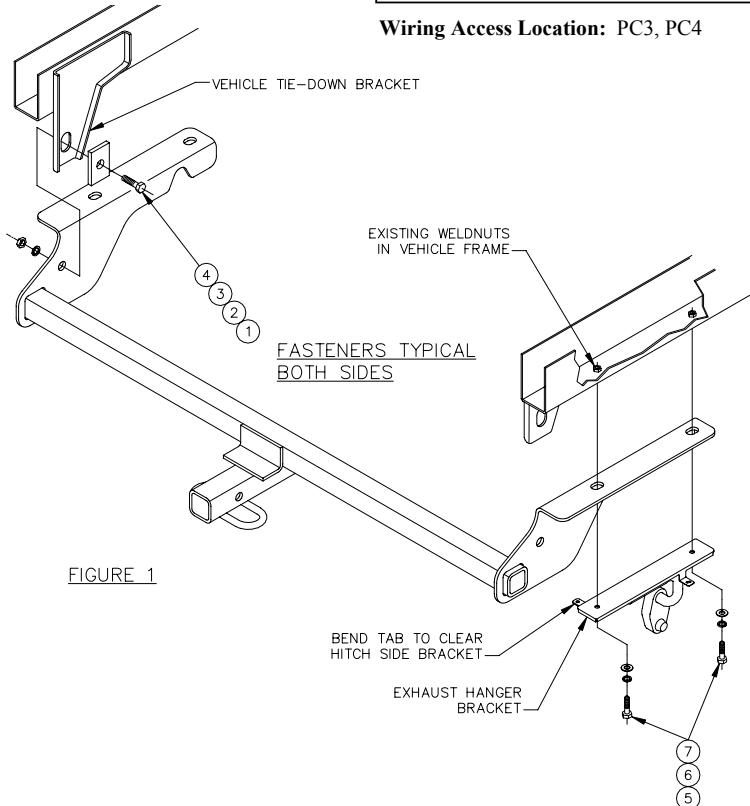

FIGURE 1
Before removing exhaust hanger brackets, bend tabs on brackets down to clear side brackets (see figure 1).
2. Raise hitch into position. Loosely install M8 x 40mm bolts, 5/16 lock washers and 5/16 flat washers, sandwiching hitch side bracket between frame rail and exhaust hanger brackets (see figure 1).
3. Install 1/2" fasteners thru hitch side brackets and vehicle tie-down brackets as shown in figure 1.
Avant d'enlever les supports de crochet de suspension du tuyau d'échappement, courber les pattes des supports vers le bas afin de ne pas buter contre les supports latéraux (voir figure 1).
2. Lever l'attelage en position. Sans serrer à fond, installer des boulons M8 x 40 mm, des rondelles freins 5/16 et des rondelles plates 5/16, en intercalant le support latéral de l'attelage entre le longeron de châssis et les supports de crochet de suspension du tuyau d'échappement (voir figure 1).
3. Installer la visserie $\frac{1}{2}$ po dans les supports latéraux de l'attelage et les supports d'arrimage du véhicule, tel qu'illustré à la figure 1.